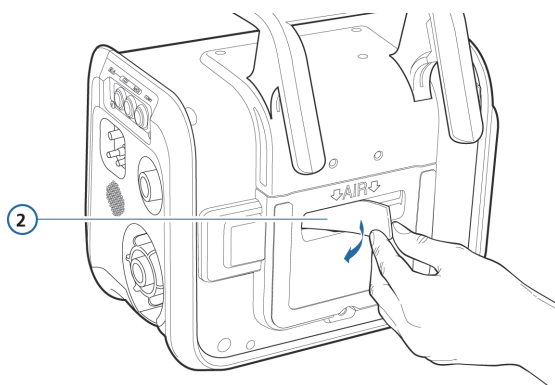

Рисунок 10-2. Извлечение впускного воздушного фильтра (1)
7. Установите новый впускной воздушный фильтр-пылеотделитель (рис. 10-2) или промойте уже используемый неконцентрированным мыльным раствором, после чего ополосните, просушите и установите повторно.